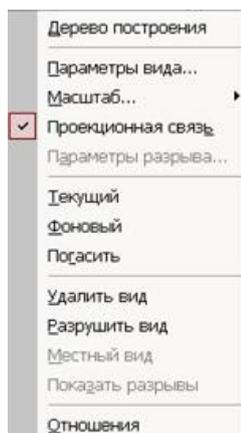

Рис. 97 Контекстное меню редактирования вида
2. Щелкнуть правой клавишей мыши внутри габаритной рамки для вызова контекстного меню (рис.97).
3. С помощью кнопки  Местный вид на странице Ассоциативные виды (рис.99) строим местный вид, для которого можно выбрать свой масштаб, например, 2:1 с помощью контекстного меню редактирования вида (рис.97), которое вызывается щелчком правой кнопкой мыши на выделенном виде. При изменении масштаба следует изменить обозначение местного вида: А (2:1).
Если выбранная секущая плоскость при построении разреза совпадает с плоскостью симметрии детали, то в соответствии со стандартом такой разрез не обозначается. Но если просто стереть обозначение разреза, то из-за того, что вид и разрез в памяти компьютера связаны между собой, то сотрется и весь разрез. Поэтому для того, чтобы удалить обозначение, вначале следует разрушить связь вида и разреза. Для этого щелчком левой кнопки мыши выделяется разрез, а затем щелчком правой кнопки мыши вызывается контекстное меню, из которого выбирается пункт Разрушить вид (рис.97). Теперь обозначение разреза можно удалить.